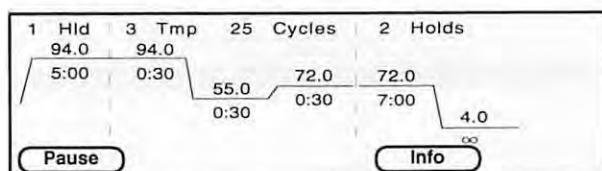

Fig. 3-7 ランタイムスクリーン
5. **F1** -Startを押すと、ランタイムスクリーン(Fig. 3-7)が表示され、選択したメソッドファイルが実行開始します。Ramp Speedに特殊な設定を行なう場合は、P.90の<<運転モードの選択>>を参照して下さい。
6. ヒートカバーが103℃に達すると、ランタイムスクリーン(Fig. 3-7)が表示され、選択したメソッドファイルが実行開始します。